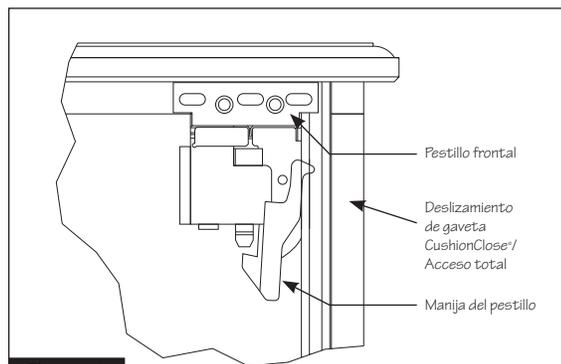

Figura 1
**1** Determine el gabinete en donde se instalará esta unidad y retire el cuerpo de la gaveta existente del gabinete. Para esto, desenganche las manijas de pestillo frontales que se ubican en la parte inferior de la gaveta (consulte la Figura 1) de los deslizadores de la gaveta. Destornille la parte frontal de la gaveta del cuerpo de la gaveta existente y marque el borde inferior.
**5** Verifique que los pestillos frontales aseguren el deslizamiento (consulte la figura 1). Jale la gaveta completamente para verificar lo anterior visualmente o jale hasta sentir que el deslizamiento entra completamente en el tope. Si los pestillos frontales no entran completamente en el deslizamiento, es posible que la gaveta se salga durante el uso y que cause daño.